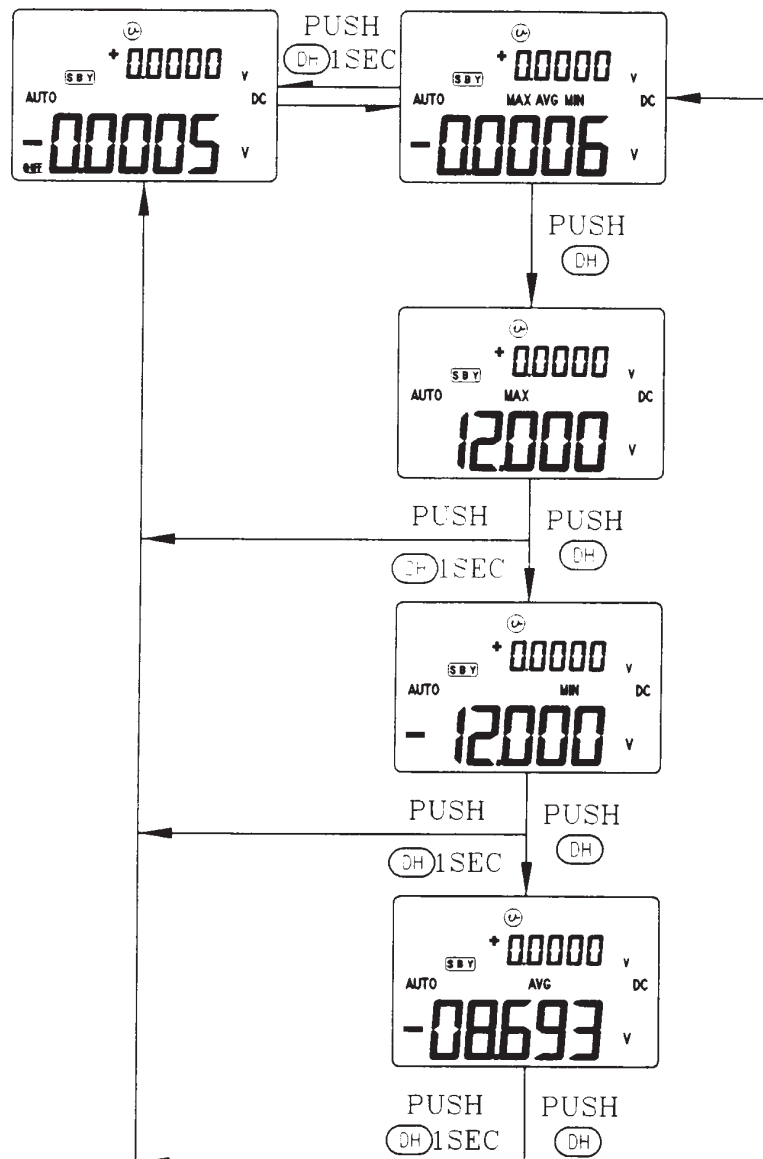

Abbildung 14. Anzeige der dynamischen Aufzeichnung.
- 3) Diese Taste kurzzeitig drücken, um durch die Anzeige der Maximal-, Minimal- und Durchschnittswerte zu schalten. Die Anzeigen **MAX**, **MIN**, **AVG** oder **MAX AVG MIN** werden entsprechend der Stellung angezeigt. Siehe **Abbildung 14**.